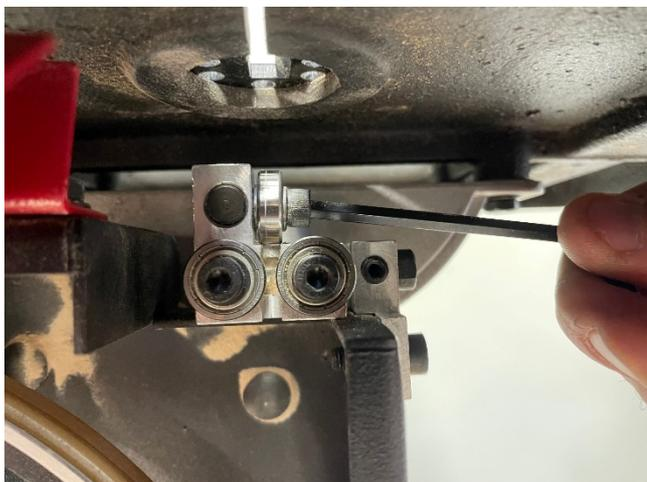

Figure 1
- Démonter la protection, puis le roulement de découpe classique inférieur. (Fig 1)